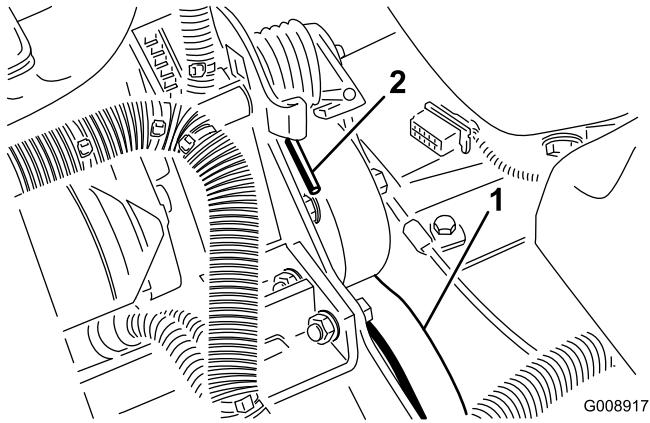

Figura 67
- Premete l'estremità della molla e spingetela in avanti (Figura 67) per sbloccarla dalla staffa e rilasciare la tensione della molla.